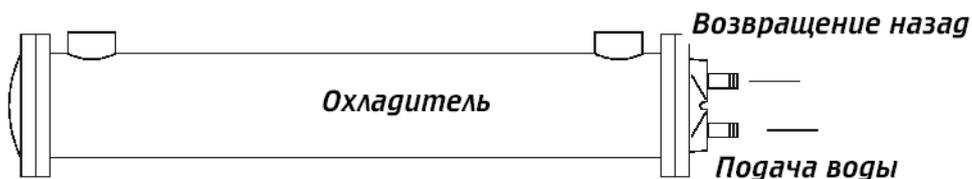

Fig. 3-3
2. **Вход и выход для воды расположены под и над масляным охладителем** соответственно. (Рисунок 3-3 или как отмечено на масляном охладителе), но их расположение для охлаждающего кольца цилиндра или формы не обозначено.